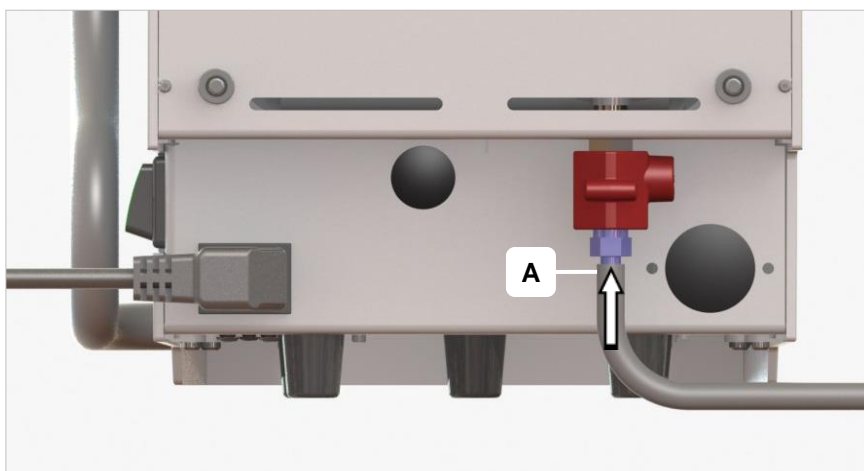

Bild 6.4.3: Wartungsschlauch am Kugelhahn anschließen
3. Schließen Sie den Wartungsschlauch (Lieferumfang) am Anschlussstutzen des Kugelhahns an (Bild 6.4.3-A).